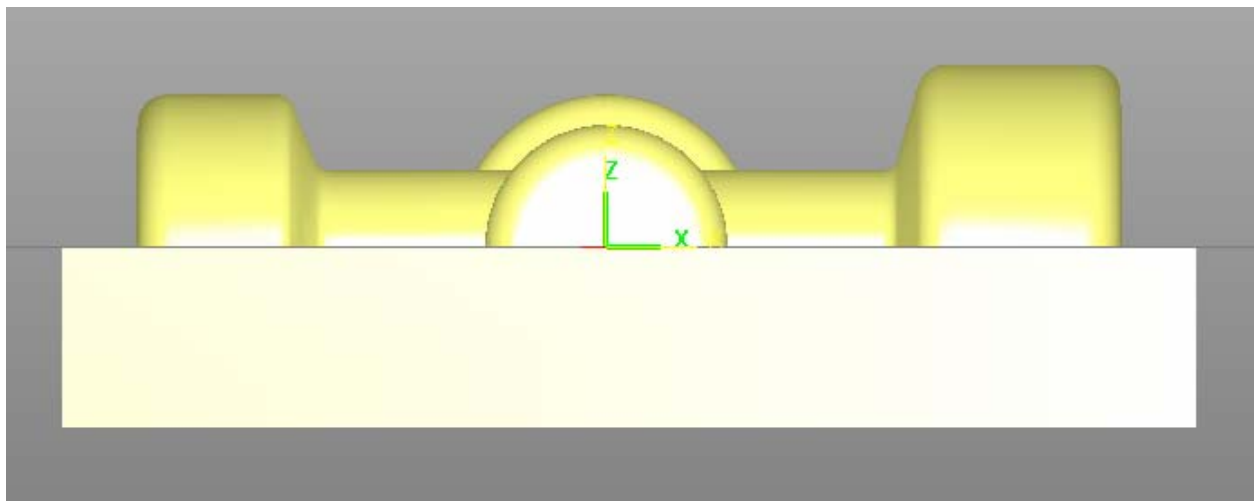

Figura 2. Modificarea opțiunilor de vizualizare a piesei
2. Cu ajutorul barei **View**, situată în poziție verticală în dreapta ecranului, se pot modifica opțiunile de vizualizare ale modelului piesei (figura 2).